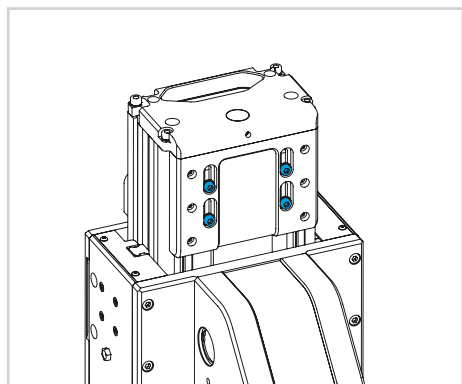

図 2
- 1) 上部ベルトクランプを固定している 4 本のネジを緩めます (図 2)。